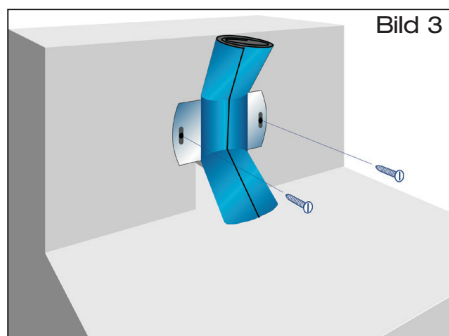

Bild 3
1.3 Schiebeflansch (mit zusammengerollter Anschlussmanschette) mittels Schlitzschraubenzieher befestigen (Bild 3).